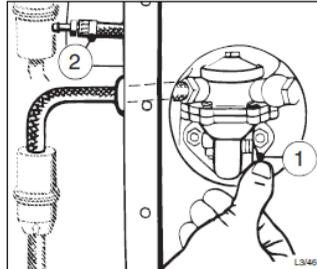

Abb. 39 – Zufuhrleitung des Kraftstoffs
- Die Zufuhrleitung („1“) von dem Filterkörper („2“) abziehen (siehe Abb. 39).
Es ist empfehlenswert, den Start zu erleichtern und dazu mit dem Hebel („1“) an der Pumpe den Kraftstoff so lange pumpen, bis es durch die Rückleitung („2“) in den Kraftstoffbehälter zurück fließt (es ist hörbar) – siehe Abb. 39.